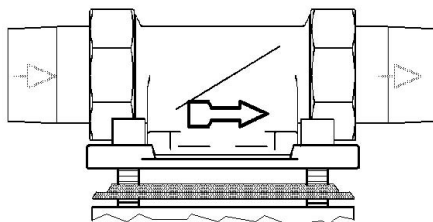

Figure 16. Bride rotative à encastrer
L'eau de rétrolavage exige un écoulement d'eau chargée suffisamment dimensionné (par exemple évacuation au sol) selon DIN 1986. En l'absence d'un raccordement aux égouts, vous pouvez utiliser un seau de taille appropriée (cf. Figure 16).
- Si le seau est rempli à moitié, il faut achever l'opération de rétrolavage. Sinon, le seau risque de déborder. C'est pourquoi il faut que le seau soit suffisamment dimensionné et le rétrolavage devrait être réalisé rapidement (cf. Figure 16).